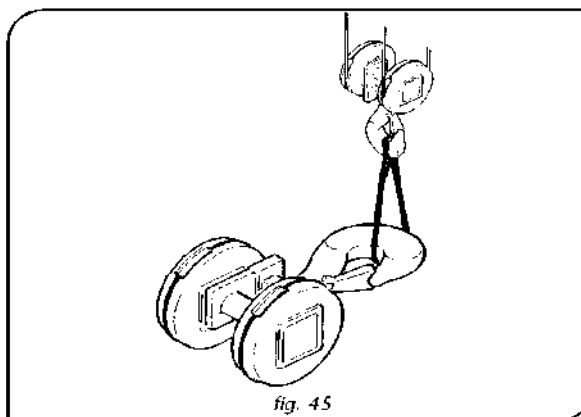

fig. 45
3. Wyjąć bloczek hakowy z zamocowań, jeśli nie został on zamocowany do wciągarki, i położyć go na ziemi, upewniając się, że zostanie on podniesiony za pomocą odpowiednich przyrządów, jeśli waży więcej niż 30 kg (waga, jeśli to konieczne, jest zaznaczona na przedmiocie). Zawsze używać haka, jako punktu zaczepienia lub uchwytu w przypadku przenoszenia ręcznego (rys. 45).